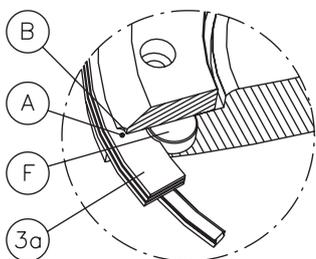

FIGURA 6
11. Recolocar o anel de vedação (3a) sobre o disco, pelo lado do veio do corpo. Para localizar corretamente o anel de vedação, consultar a figura 6: alinhar o rasgo interno do anel de vedação (3a) com a cavilha de referência (F).
12. Montar o flange de retenção do vedante (2b). Consultar a figura 6: assegurar-se que o rasgo no bordo do flange de retenção do vedante (B) está em correspondência com a cavilha de referência (F).
17. Abrir o disco de uns poucos graus e apertar, utilizando uma chave dinamométrica, todos os parafusos (2c). Utilizar um valor de binário a partir da Tabela 2 (consultar a figura 6). É recomendável a utilização da sequência de aperto cruzado para apertar todos os parafusos de retenção.
Consultar a figura 6: